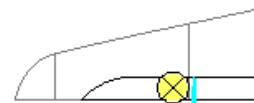

图 6.3.5 切削方向
Step6. 在操控板中选取两侧深度类型均为 (穿过所有)；切削方向如图 6.3.5 所示。